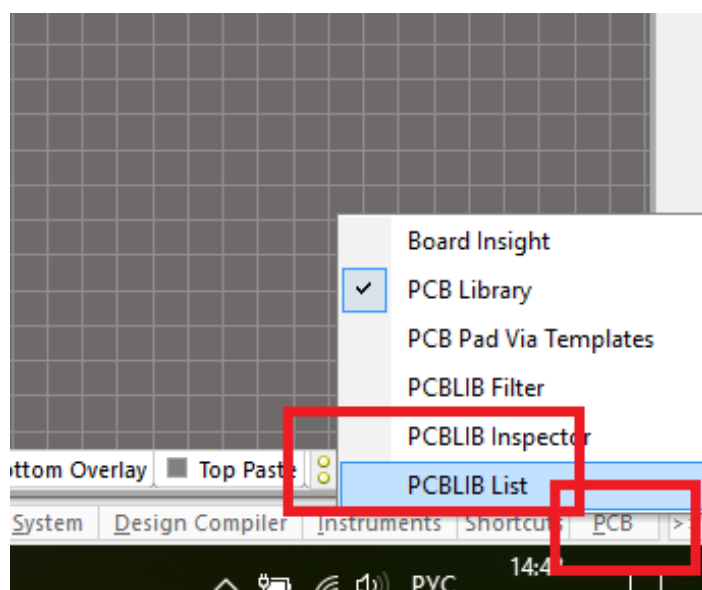

Рис.2. Виклик PCBLIB List
1.3. Заходимо у РСВ-бібліотеку та обираємо **PCB > PCBLIB List** (Рис.2)